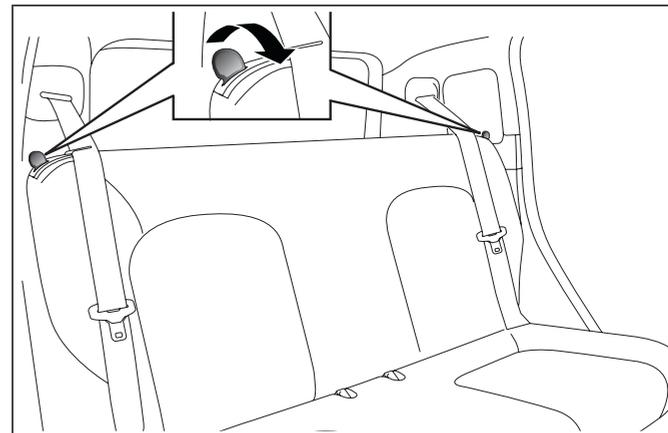

fig. 57
- pousser vers l'intérieur de la voiture les leviers sur les côtés des sièges arrière fig. 57, rabattre le dossier, puis accompagner le dossier sur le coussin.